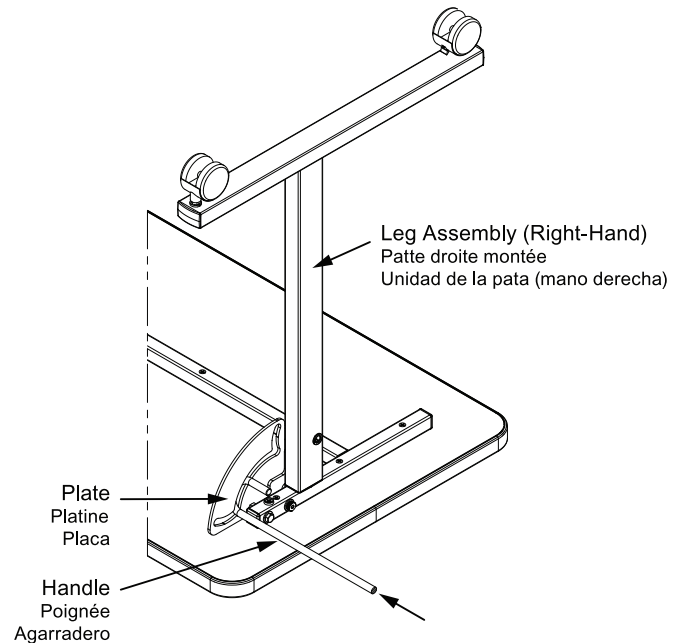
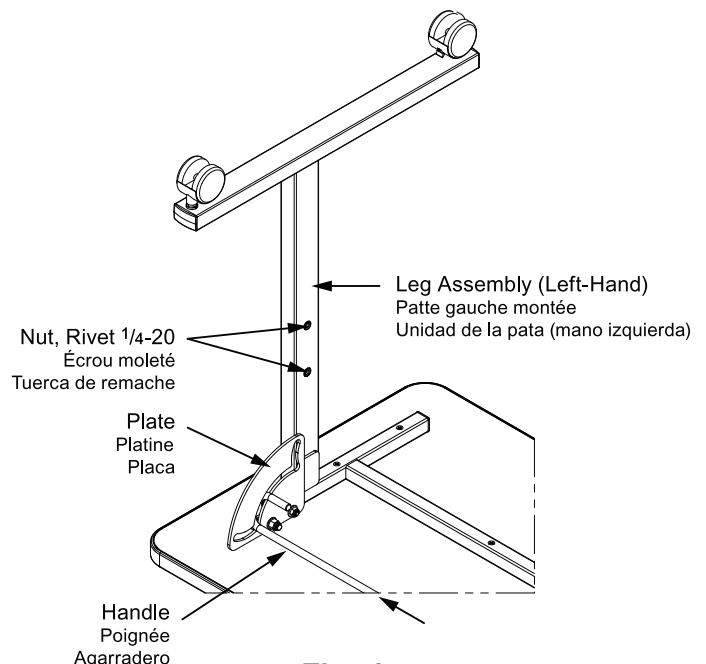

Fig. 3
Fig. 4
- Slide the handle through the curved slot exactly as shown in Fig. 3. Make sure the handle is fed through the same location on the other curved slot in the left-hand leg assembly as shown in Fig. 4.
- Insérez la poignée à travers la fente incurvée tel qu'illustré à la figure 3. Assurez-vous d'insérer la poignée au même endroit dans l'autre fente incurvée de la patte gauche tel qu'illustré à la figure 4.
- Deslice el agarradero por la ranura curva exactamente como se muestra en la Fig. 3. Asegúrese de que el agarradero se inserte a través del mismo lugar en la otra ranura curva en la unidad de la pata de la mano izquierda como se muestra en la Fig. 4.